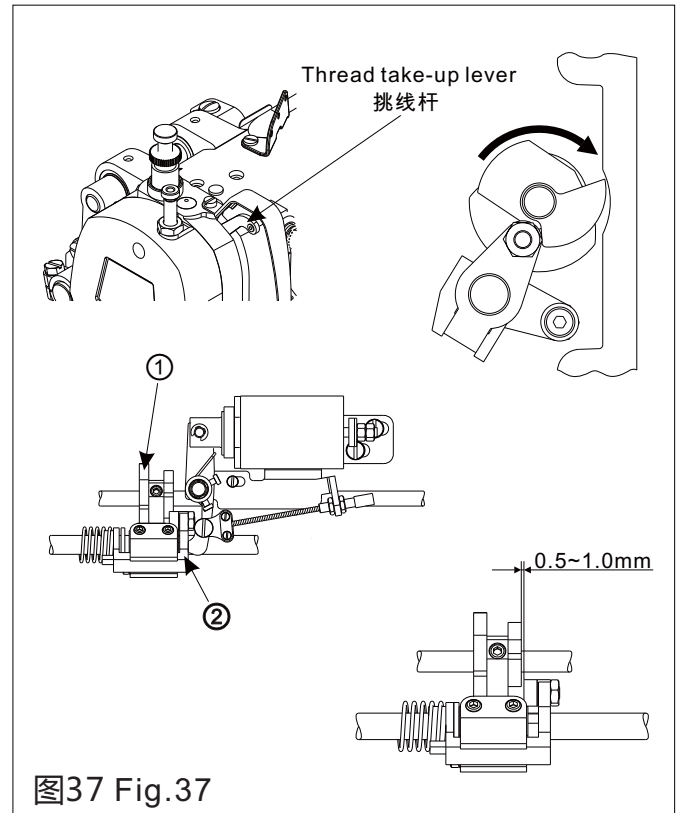

图37 Fig.37
5.安装剪线凸轮 (图37)
2)手动打开电磁铁，移动并旋转剪线凸轮①，直到接触凸轮曲柄②的滚柱，然后固定凸轮。
3)关闭电磁铁，使凸轮曲柄②回复到原始位置，这样凸轮①与凸轮曲柄②的滚柱端面会产生0.5~1.0mm的标准间隙。
5. Installing the trimming cam (Fig.37)
6. Adjusting the knives (Fig.37)